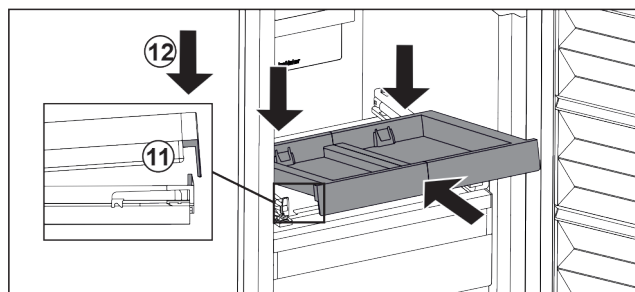

Fig. 142
- ▶ Tolja be ferdén. Ügyeljen arra, hogy az ütköző mindkét oldalon a fül mögé kerüljön. Fig. 142 (11)
- ▶ Helyezze le a kihúzható rács elejét. Fig. 142 (12)